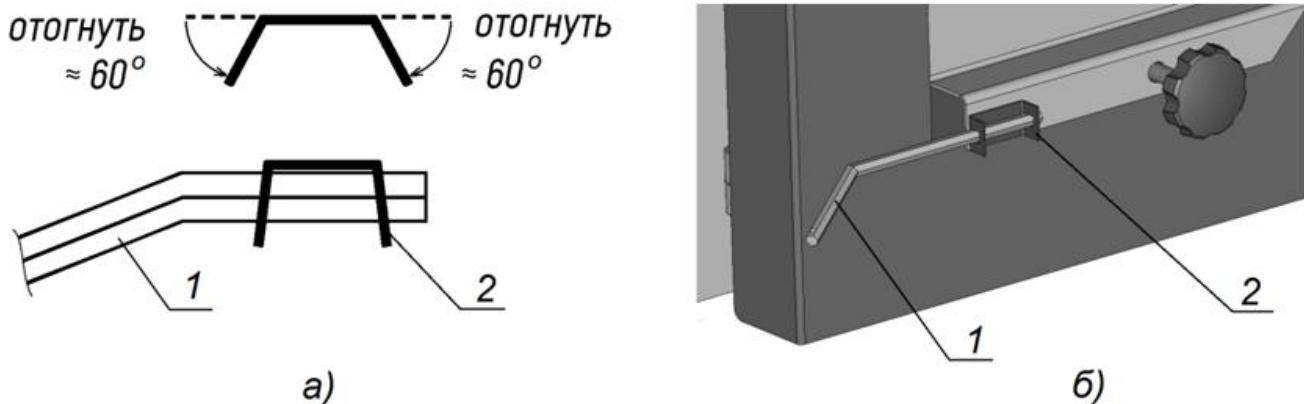

Рисунок 2. Схема гибки пластиинки (а) и установка (б) шестигранного стержня:
3.18. На дверце зольника имеется монтажная пластиинка (поз.2 на рис.2), в которую устанавливается шестигранный стержень для крепления цепи автоматического регулятора тяги. Края пластиинки аккуратно отогните сначала на угол $\approx 60^\circ$. Затем вставьте стержень. Не отгибайте слишком сильно края пластиинки, т.к. фиксация стержня будет зависеть от подпружиненного состояния пластиинки.